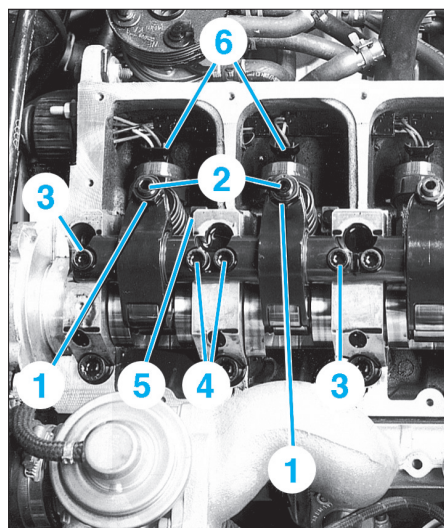
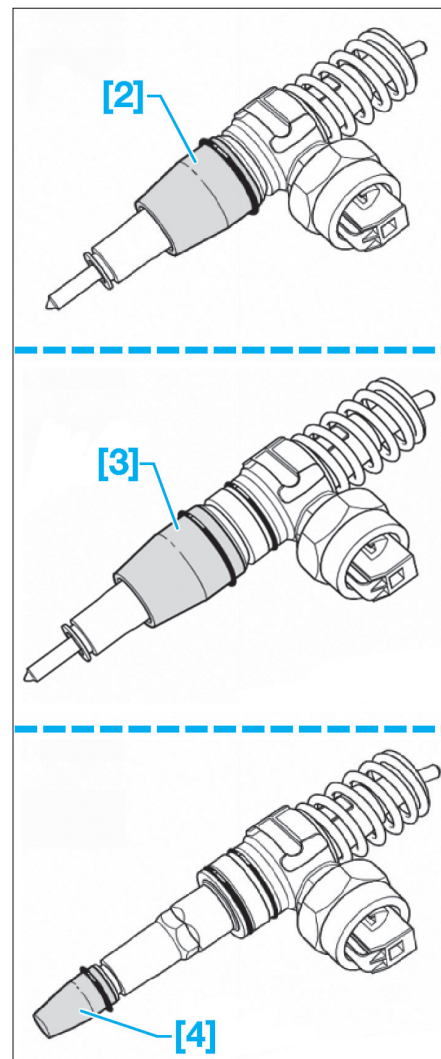
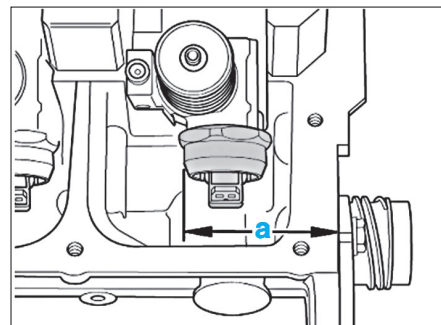
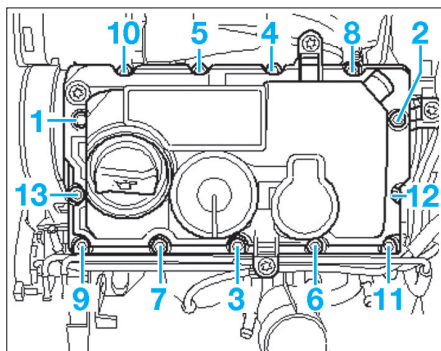

Fig. 37
Fig. 39
Fig. 40
Fig. 42
- [2]. Adaptateur pour le remontage du joint supérieur d'injecteur-pompe (ref. T10056/1) (Fig.39).
- [3]. Adaptateur pour le remontage du joint central d'injecteur-pompe (ref. T10056/2) (Fig.39).
- [4]. Adaptateur pour le remontage du joint inférieur d'injecteur-pompe (ref. T10056/3) (Fig.39).
- le couvre-culasse, en desserrant progressivement et en plusieurs passes les vis dans l'ordre inverse indiqué (Fig.42).
- les contre-écrous (1) des vis de réglage des culbuteurs (2) concernés (Fig.37),
- chaque vis de réglage (2) jusqu'à ce que le culbuteur concerné soit en appui sur le ressort du poussoir de l'injecteur-pompe.
- À l'aide de douilles appropriées [2], [3] et [4], monter des joints toriques neufs et préalablement huilés sur l'injecteur-pompe, en veillant à ne pas les vriller (Fig.39).
- Reposer sur la bride une vis neuve (5) et la serrer jusqu'à ce qu'il soit encore possible de tourner l'injecteur-pompe.
- À l'aide d'un pied à coulisse approprié (plage de mesure de 400 mm mini), mesurer la cote (a), entre le bord extérieur de la culasse et l'électrovanne de l'injecteur-pompe (Fig.40).
- Ajuster la position de l'injecteur-pompe pour obtenir la cote (a) (Fig.40) prescrite, et serrer la vis de fixation de la bride (5) (Fig.37) au couple prescrit.
- Reposer la rampe de culbuteurs puis serrer progressivement et en plusieurs passes ses vis de fixation, en commençant par les vis intérieures (4) puis en finissant par les vis extérieures (3) (Fig.37).
- Serrer la vis de réglage (2) du culbuteur jusqu'à ce qu'une résistance soit nettement perceptible (Fig.37).
- Dans cette position, l'injecteur-pompe se trouve en butée, desserrer la vis de réglage (2) de 180° depuis le point de butée.
- Maintenir la vis de réglage dans cette position puis serrer le contre-écrou (1) au couple prescrit.
- Rebrancher le connecteur de l'électrovanne d'injecteur-pompe (6).
- Reposer le couvre-culasse avec un joint neuf en serrant progressivement et en plusieurs passes les vis dans l'ordre indiqué (Fig.42).